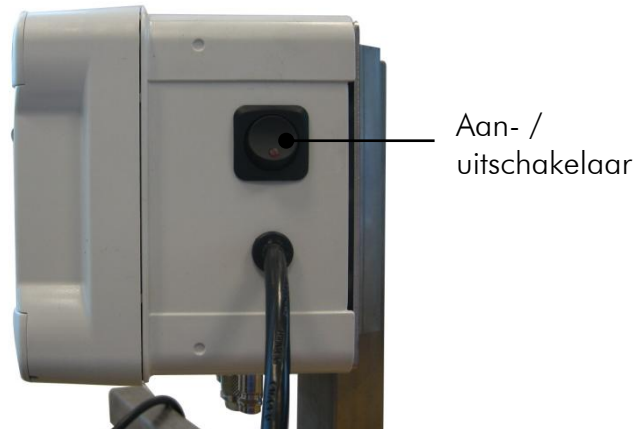

Fig.1. Aan- / uitschakelaar
12. Na gebruik de MS Pigsleeper I Indi-IN uitschakelen middels de Aan-/uitschakelaar (zie fig. 1.), het reduceerventiel en de kraan op de gasfles helemaal dichtdraaien en de stekker uit het stopcontact verwijderen.